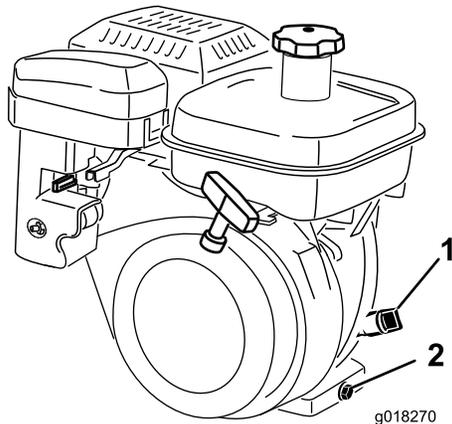

図 34
2. エンジンが水平になるように駐車し、オイルゲージの周囲をきれいに拭く図 34。
3. ディップスティックを左に回して抜きとる図 34。
2. 機体下にあるドレンプラグの下に廃油受けを置く図 34。ドレンプラグをゆるめる。